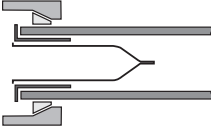

Abb.3
5. Sitz Abstandshalter (4) kontrollieren.
6. Gängigkeit der Kugel in Luftsperr (5) prüfen.
9. Neuen Soleschlauch mit Anschlussteilen befestigen. Aufbewahrten Schneidring (2) und Kragen (3) an Schwimmereinheit befestigen. Sieb, Schneidring und Kragen an Adapter montieren (siehe Abb. 3).